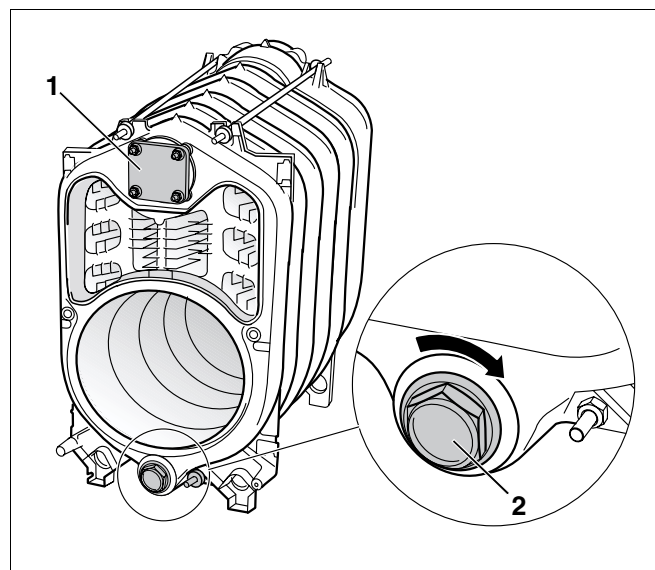

Fig. 32 Închiderea butucilor cazanului la elementul frontal
- La elementul frontal, se va astupa butucul superior cu flanșa oarbă (Fig. 32, **Poz. 1**).
- Dopurile (Fig. 32, **Poz. 2**) se înșurubează în butucul inferior, odată cu inelul de etanșare.